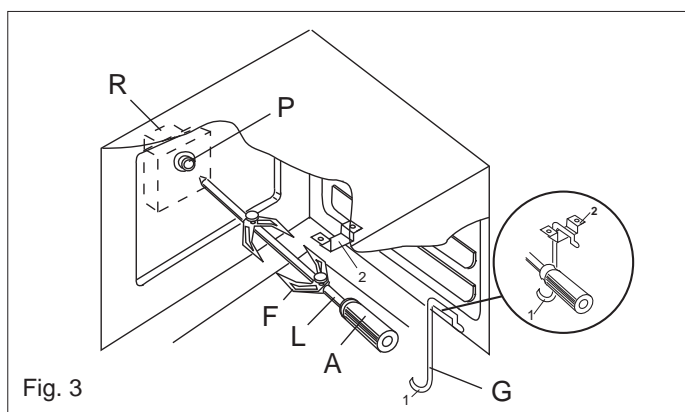

Fig. 3
- Infilare il pollo o la parte da arrostitire nello spiedo **L** avendo cura d'immobilizzarlo tra le due forchette **F** e di equilibrarlo, in modo da evitare sforzi inutili al motoriduttore **R** (fig. 3).
- Mettere lo spiedo sul supporto **G**, dopo aver introdotto la sua estremità opposta nel foro **P** del motorino **R** (fig. 3).
- Per togliere lo spiedo, operare in modo contrario utilizzando la manopola **A** ed un guanto di protezione in lana isolante (fig 3).